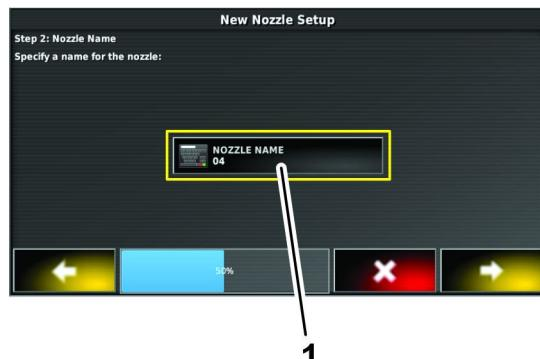

Figura 78
- Carregue no ícone do NOME DO BICO (Figura 78).